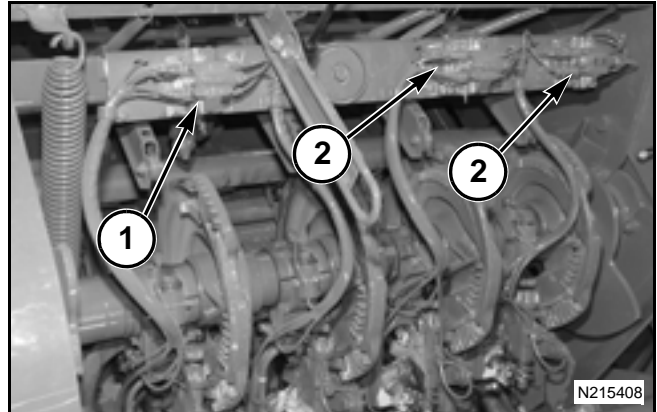

FIG. 52
FIG. 52: La válvula primaria (1) envía la mitad de la lubricación a los cojinetes del eje principal del conjunto del anudador. La válvula primaria envía la otra mitad de la lubricación a dos válvulas secundarias (2).